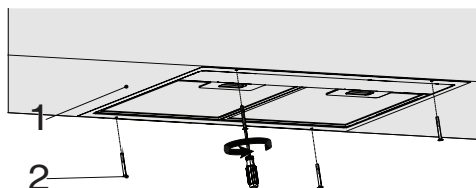

Fig. 5
- Coloque la campana en el mueble de la cocina y sujétela a los 4 agujeros de instalación previamente realizados (Fig. 5).